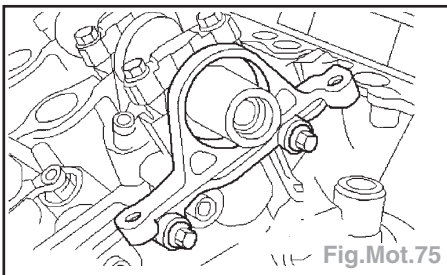

Fig.Mot.75
- Utiliser un joint neuf et aligner la plaque de retenue sur les pions de centrage, puis serrer les vis de fixation (Fig.Mot.75).